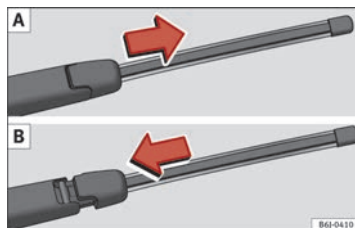

Abb. 165 Scheibenwischerblatt hinten auswechseln.
- Schieben Sie den Wischerblattadapter in Pfeilrichtung und ziehen Sie das Wischerblatt ab → Abb. 165 A.
- Positionieren Sie das Wischerblatt wie in → Abb. 165 B gezeigt und schieben Sie den Adapter, bis er einrastet. ▶